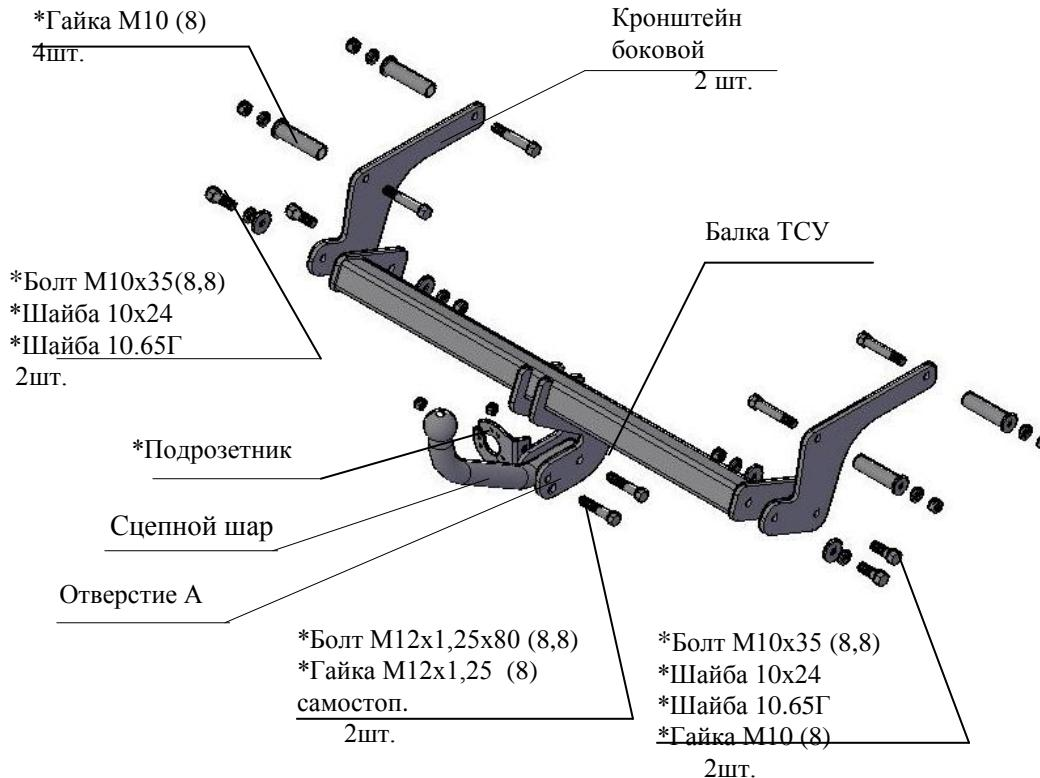

Рис.1 Тягово-сцепное устройство ТСУ 9041.
2.1 ТСУ 9041 в сборе (рис.1)
2.2 Пакет с комплектующими (см. рис.1)